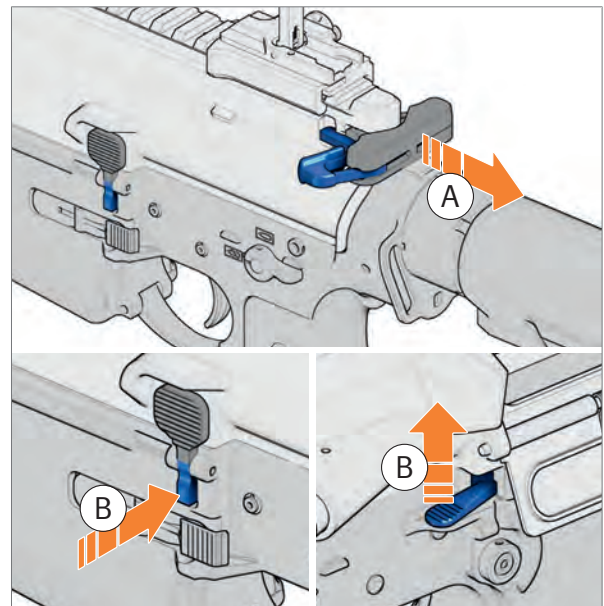

Abb. 18: Verschluss arretieren
1. Durchladehebel vollständig nach hinten ziehen und halten (Abb. 18).
2. Verschlussfanghebel drücken und halten (Abb. 18).